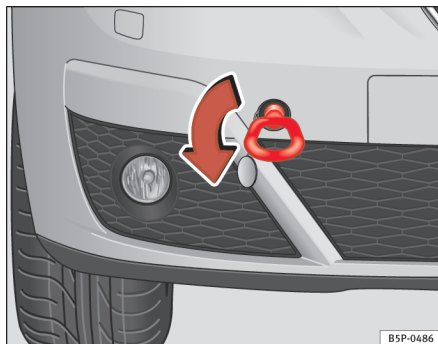
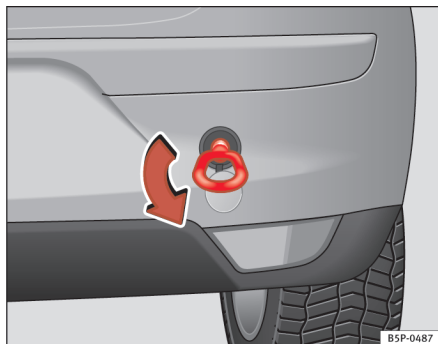

Fig. 205 Foran i højre side: Sådan skrues slæbebøjet i foran.
Fig. 206 Sådan skrues slæbebøjet i bagpå.
- Skru slæbebøjet i hullet med gevind foran ⇒ fig. 205 eller bagpå ⇒ fig. 206. Du skal dreje det *mod venstre* i pilens retning og så langt ind, som det kan komme. ■